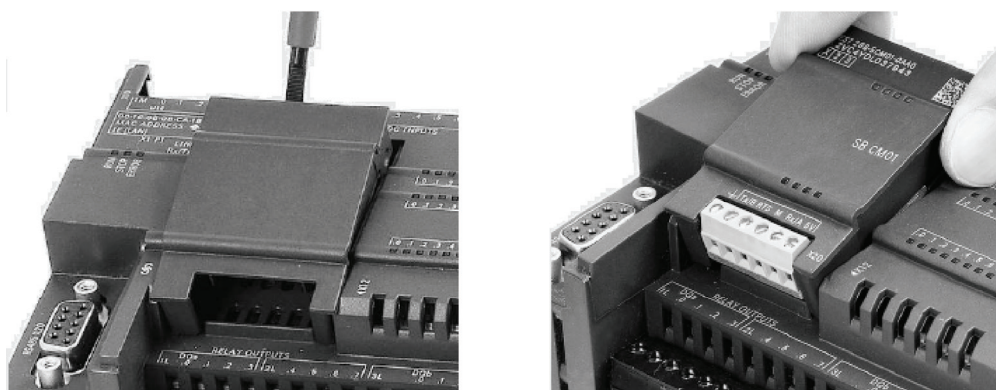

图 2-27 信号板连接图
- 6) 用力将模块压入该位置直到卡入就位, 如图 2-27 所示。